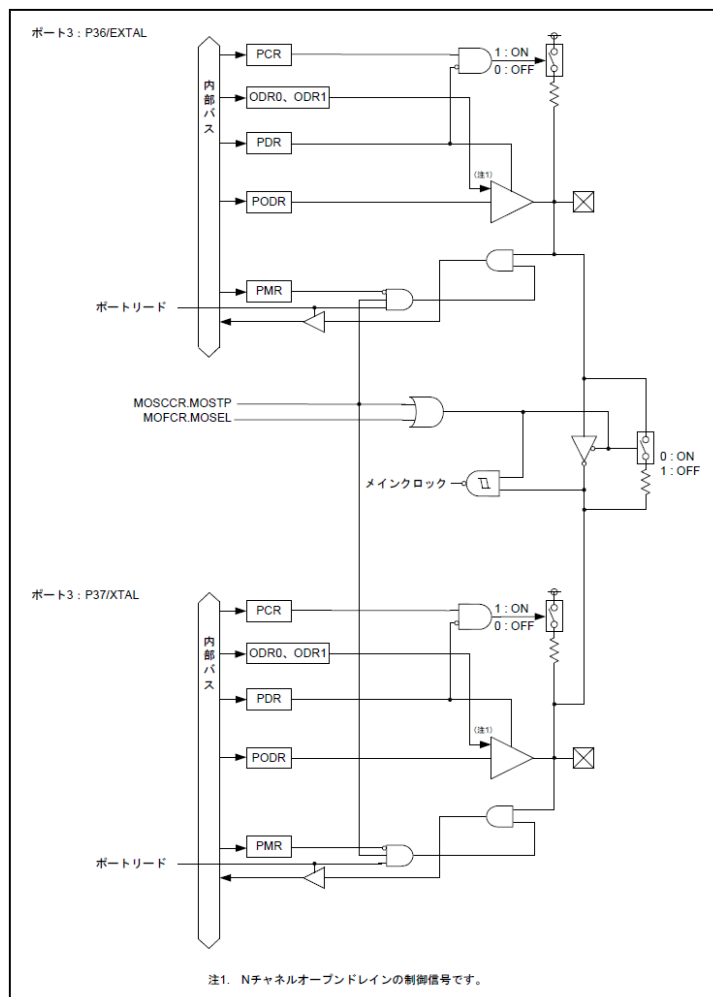

図 18.3 入出力ポートの構成
■ Page307 「図 18.3 入出力ポートの構成」を追加します。